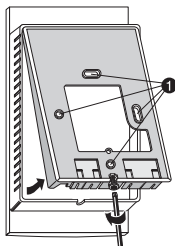

Fig. 1
Ainsi séparé du boîtier, le socle doit être fixé au mur à l'aide d'un ensemble vis/chevilles ou sur boîte d'encastrement (entraxe 60mm) en utilisant les trous repérés ① (fig. 1).